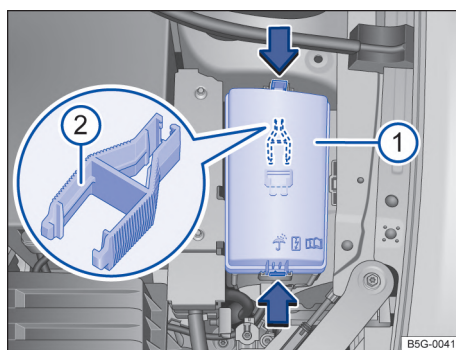

Fig. 173 En el compartimiento del motor: cubierta ⓘ de la caja de fusibles con pinza de plástico ⓘ.
- Presionar las trabas en el sentido de la flecha → fig. 173 ⓘ, para desbloquear la cubierta de la caja de fusibles.
En el lado interno de la cubierta de la caja de fusibles en el compartimiento del motor puede haber una pinza de plástico → fig. 173 ⓘ para retirar los fusibles. ▶